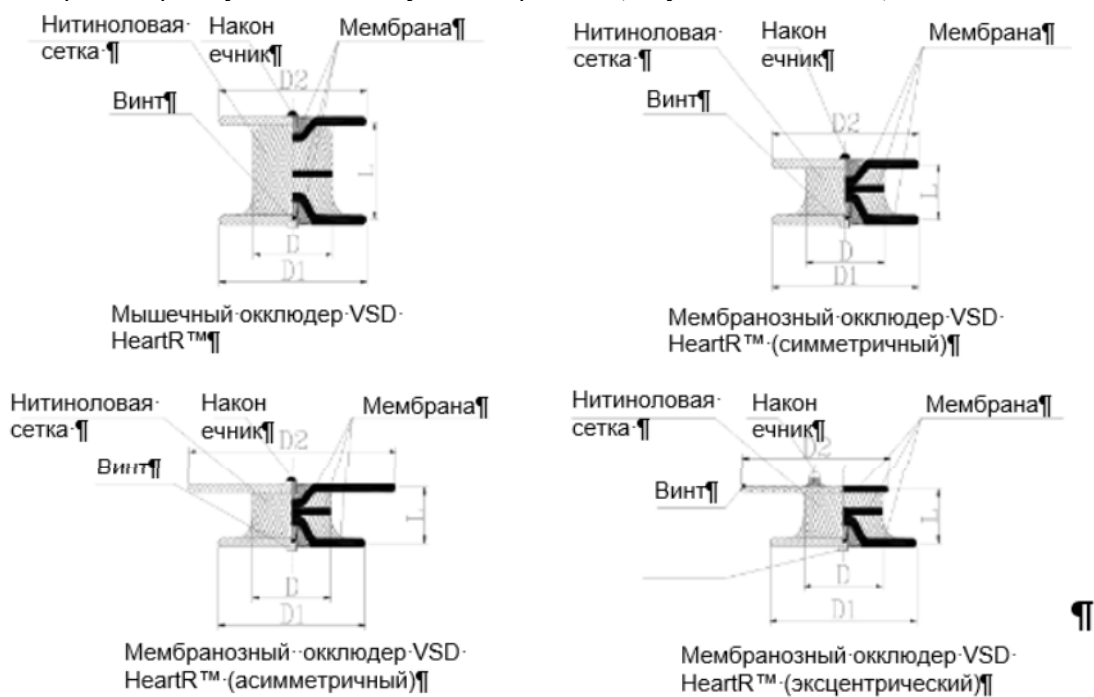

Рисунок 1 Структура окклюдера VSD HeartR™
- Окклюдер для закрытия ДМЖП HeartR™ и интродьюсер SteerEase™ упаковываются отдельно. Окклюдер и интродьюсер выпускаются в следующих вариантах (Рисунок 1 и Таблица 1).